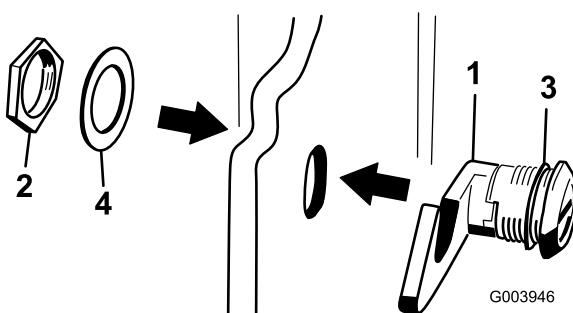

Рисунок 5
3. Отверните гайку с узла защелки капота (Рисунок 5).
- Снаружи капота вставьте конец защелки с крюком через отверстие в капоте и убедитесь, что резиновая уплотнительная шайба осталась на наружной стороне капота (Рисунок 5).